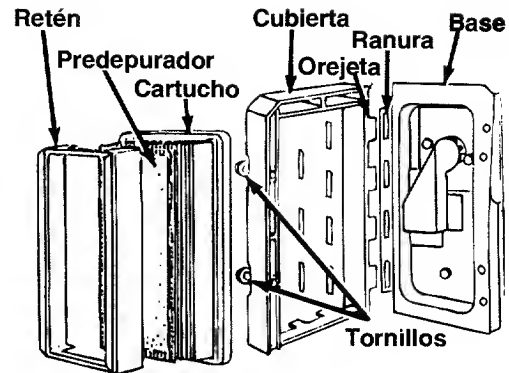

FIGURA 11.
- Suelte los tornillos de la cubierta del depurador de aire. Quite la cubierta y el conjunto del depurador de la base. Véase figura 11.